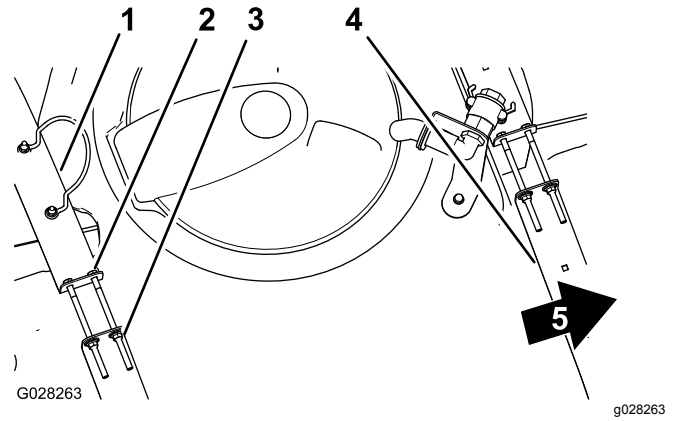

Figura 78
3. Si los flejes tienen holgura, apriete las contratuercas con arandela prensada y los pernos del extremo superior de los flejes hasta que los flejes queden apretados contra la superficie del depósito (Figura 78).
2. Compruebe si hay holgura entre los flejes y el depósito (Figura 78).